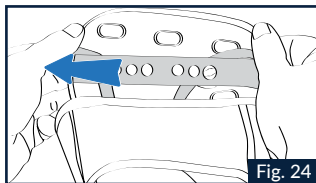

Fig. 24
1.2 Denselben runden Knopf entlang der Längshalterung aus Kunststoff versetzen und in einem der nächsten Löcher einsetzen (Abb.24).